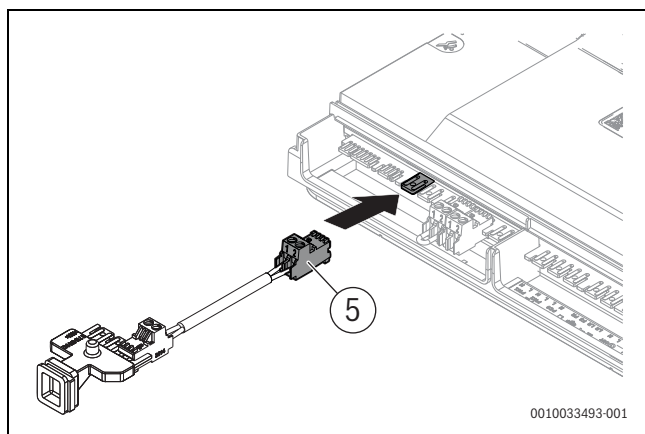

Bild 124 BUS-Kabel am BUS-Steckplatz der Klemmleiste anschließen
- ▶ BUS-Kabel der Anschlussleiste (→ Bild 124, [5]) am BUS-Steckplatz der Klemmleiste anschließen.